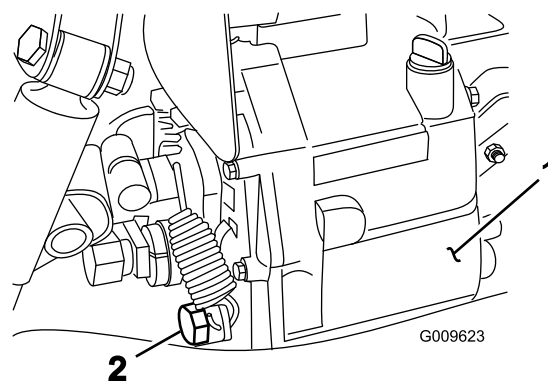

Figure 77
2. Retirez le bouchon de vidange sur le côté du réservoir et laissez l'huile s'écouler dans un bac de vidange (Figure 77).